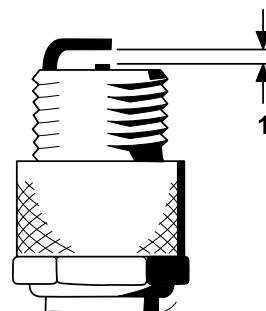

Figura 32
4. Impostate la distanza tra il centro e il lato degli elettrodi a 0,76 mm, come illustrato nella Figura 32.